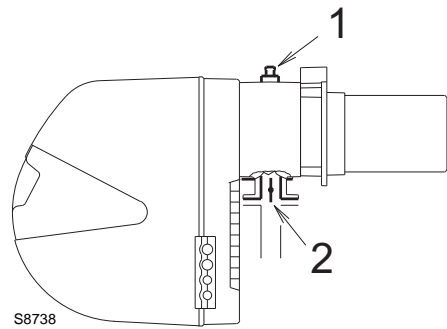

Fig. 26
Pressione del gas misurata alla presa 1)(Fig. 26), con:
Perdita di carico farfalla gas 2)(Fig. 26) con apertura massima: 90°.
- sottrarre dalla pressione del gas alla presa 1)(Fig. 26) la pressione in camera di combustione.
\text{Pressione del gas alla presa 1)(Fig. 26)} &= 12 \text{ mbar} \\
Per conoscere invece la pressione del gas necessaria alla presa 1)(Fig. 26), fissata la potenza massima di modulazione alla quale si desidera funzioni il bruciatore:
- Leggere sulla destra, colonna 1, la pressione alla presa 1)(Fig. 26).
pressione necessaria alla presa 1)(Fig. 26).